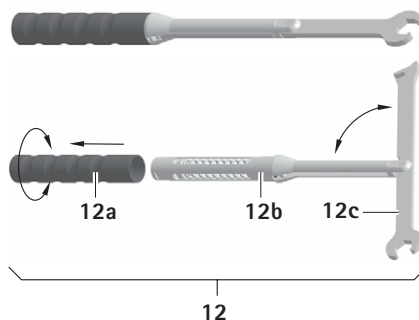

Fig. 3
- Lossa handtaget 12a genom att skruva det mot pilens riktning, se Fig. 3.